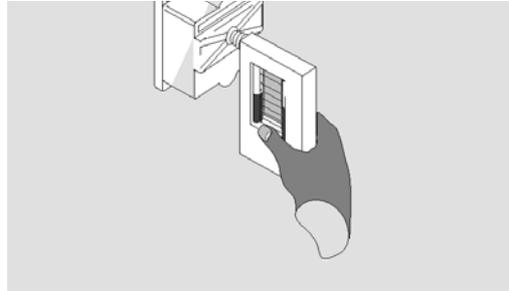

Figura 31: Manómetro de tubo en U conectado a la cubierta de control del dispositivo OMD
- Conecte un manómetro de tubo en U en la cubierta de inspección (consultar Figura 31).